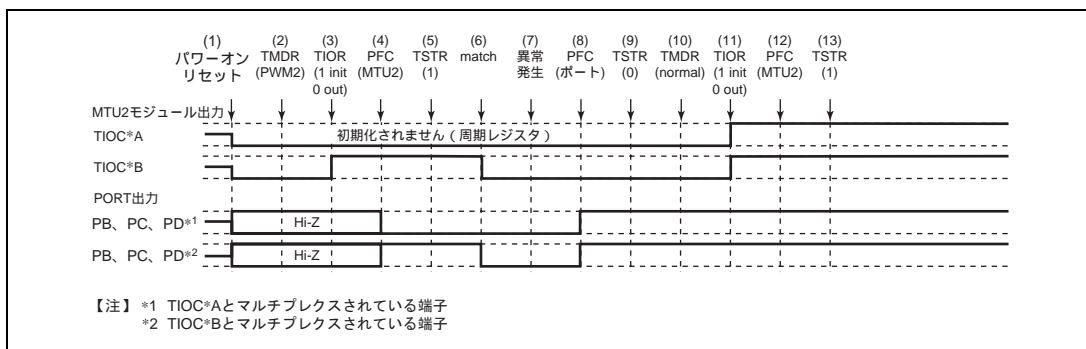

図 12.139 PWM モード 2 で異常が発生し、ノーマルモードで復帰する場合
PWM モード 2 で異常が発生し、再設定後ノーマルモードで再スタートする場合の説明図を図 12.139 に示します。
(1) ~ (9) は図 12.139 と共通です。
(10) PWM モード 1 を設定します。
(11) TIOR で端子を初期化してください (PWM モード 1 では TIOC\*B 側は初期化されません)。
(12) PFC で MTU2 出力としてください。
(13) TSTR で再スタートします。
(15) PWM モード 2 で動作中に異常が発生し、PWM モード 2 で再スタートする場合の動作
(10) PWM モード 2 で再スタートする場合には必要ありません。
(11) TIOR で端子を初期化してください (PWM モード 2 では周期レジスタの端子は初期化されません)。
- (1) ~ (9) は図 12.139 と共通です。
- (10) 位相計数モードを設定します。
- (11) TIOR で端子を初期化してください。
- (12) PFC で MTU2 出力としてください。
- (13) TSTR で再スタートします。
(17) 位相計数モードで動作中に異常が発生し、ノーマルモードで再スタートする場合の動作